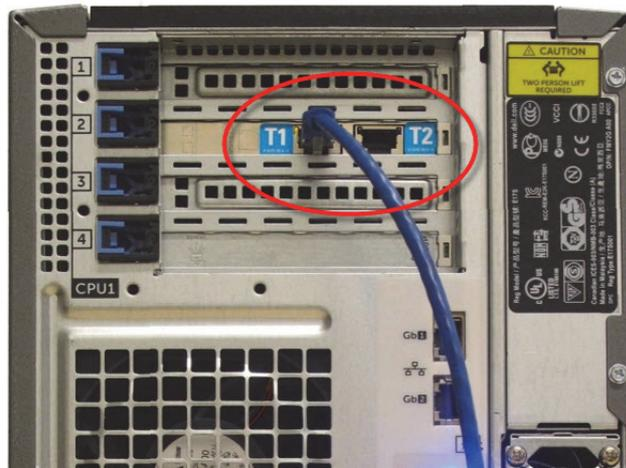

Figure 151 : Ports de terminaux du contrôleur
2. Déconnectez le câble réseau Terminal du port étiqueté **T1** ou **T2** du contrôleur principal, puis rebranchez le câble sur le même port du contrôleur secondaire. Voir Figure 151.